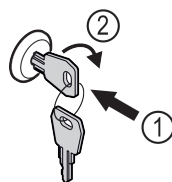

Fig. 152 Eksempelfremstilling
- Trykk inn nøkkelen Fig. 152 (1).
- Vri nøkkelen 90° med klokka Fig. 152 (2).